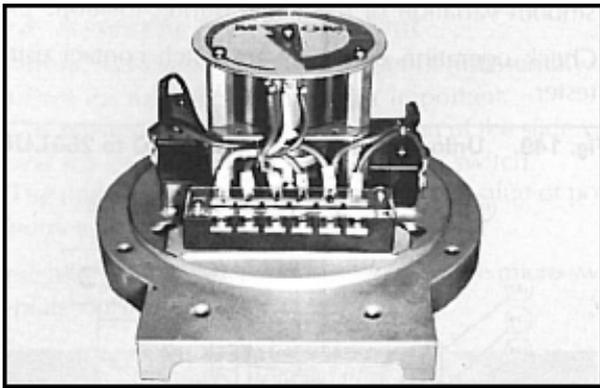

Fig. 144 Indicateur de décharge pour 160SUD à 250LUD
- (2) 160 SU à 320        Type 201-600-00            (Fig. 144)